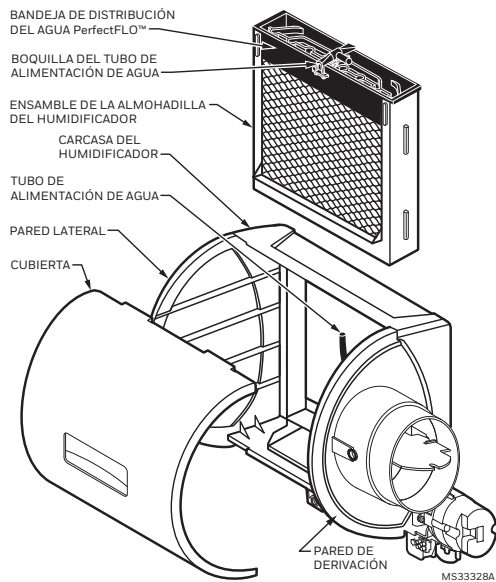

Fig. 20. Limpieza del humidificador.
2. Retire la cubierta del humidificador. Consulte la Fig. 20.